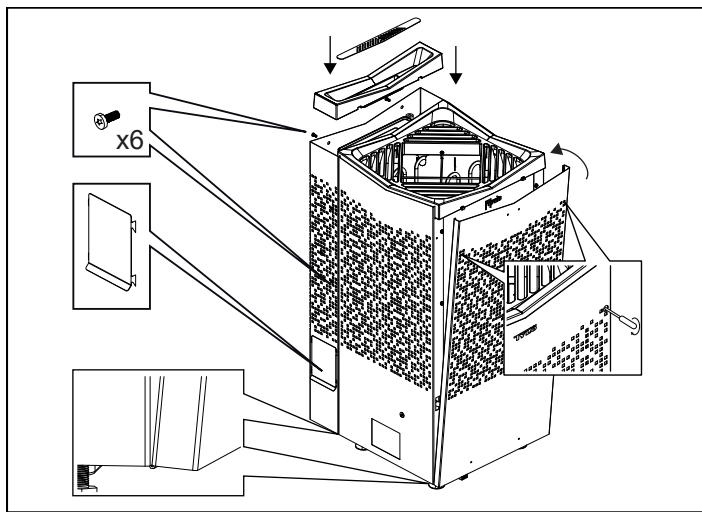

Fig 15: Montera på front, bakstycke, locket till tanken och tömningsslacka
11. Haka tillbaka front och bakstycke och fäst dem med sina skruvar (se fig 15)